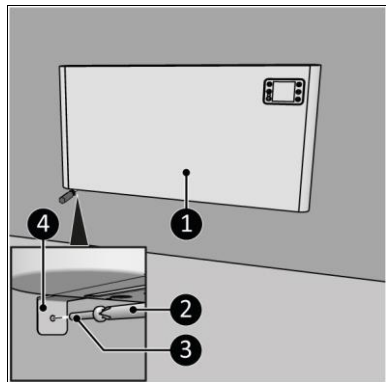

Abbildung 13
15. Schrauben Sie die Gerätehalterungen (Abbildung 13, Pos. 4) mit einer großen Schraube (Abbildung 13, Pos. 3) mit einem Phillips Kreuzschlitzschraubendreher (Abbildung 13, Pos. 2) an die Wand.